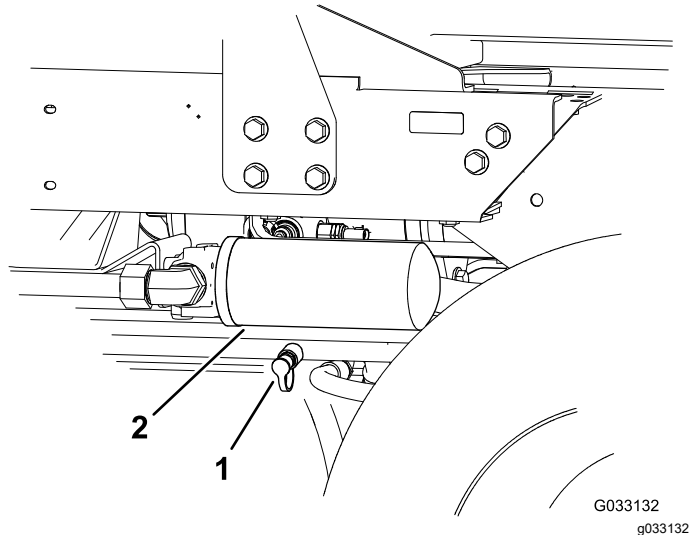

**Figura 39**
- N. cat. Toro 95-0985, raccordo di accoppiamento (2)
- N. cat. Toro 340-77, raccordo idraulico (2)
1. Montate un raccordo diagnostico nel foro non marcato situato tra i fori M8 e P2 sul collettore della trazione posteriore (Figura 39).